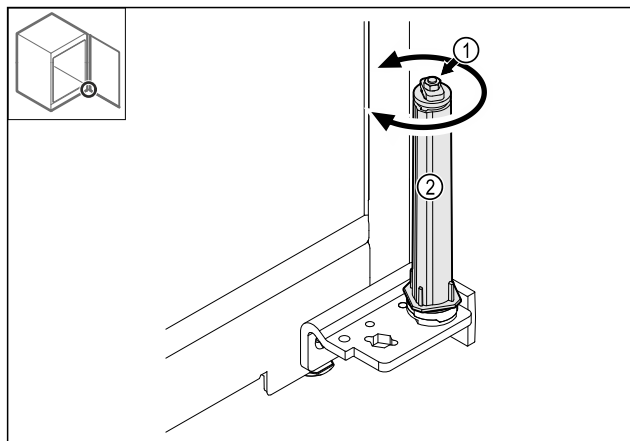

Fig. 37
- Non scomporre il collegamento a vite Fig. 37 (1) del sistema di chiusura.
- Ruotare il sistema di chiusura Fig. 37 (2) finché non scatta.